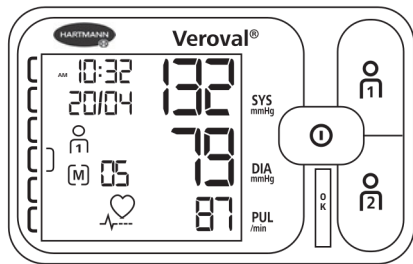

Fig. 1
- À la fin de la mesure, les valeurs de pression systolique et diastolique s'affichent simultanément sur l'écran, ainsi que le pouls en-dessous de ces mêmes valeurs (cf. Fig. 1).